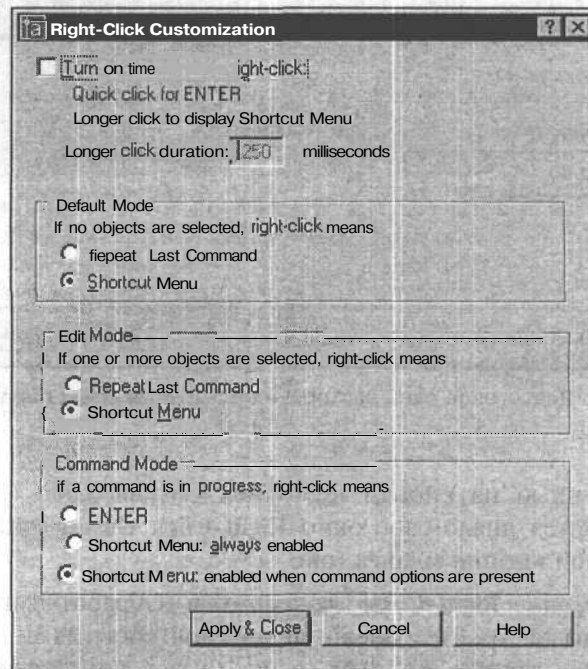

Рис. 3.3. Диалоговое окно настройки правой кнопки мыши
4. Щелкните мышью на кнопке **Right-click Customization** (Правая кнопка мыши). Появится диалоговое окно **Right-Click Customization** (Обработка нажатий правой кнопки мыши) (рис. 3.3).